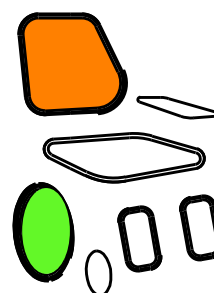

Figure 4 **Indicateur d'inhibition de conduite**
P. ex. Figure 4 : les LED du dossier et de la roue d'entraînement sur l'indicateur émettent des impulsions. Cela signifie que l'inclinaison du dossier est trop importante, causant une inhibition de conduite.